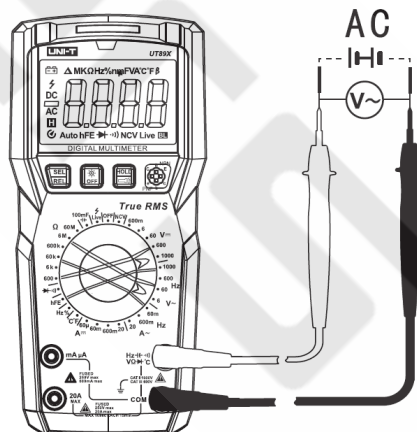

Рисунок 4
**9.2 Измерение переменного напряжения (Рисунок 4)**